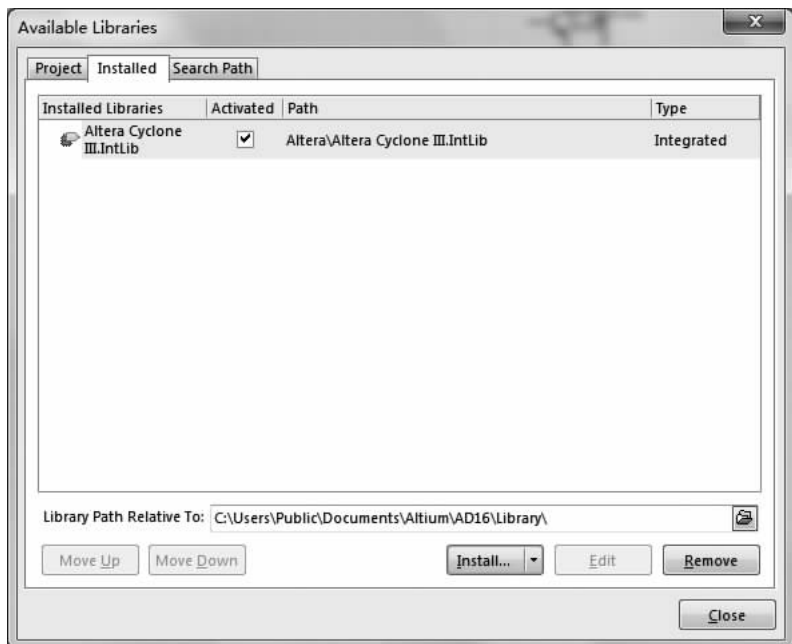

图 2-24 “Available Libraries”对话框
(2)“Installed”选项卡:显示当前开发环境已经安装的元件库。任何装载在该选项卡中的元件库都可以被开发环境中的任何工程项目所使用,如图 2-24 所示。
①“Move Up”“Move Down”按钮:可以把列表中选中的元件库上移或下移,以改变其在元件库管理器中的显示顺序。
②在列表中选中某个元件库后,单击“Remove”按钮,可以将该元件库从当前开发环境中移除。
③想要添加一个新的元件库,则可以单击“Install”按钮,在打开的元件库对话框中寻找想加载的元件库,然后单击“打开”按钮,把元件库添加到当前开发环境中。